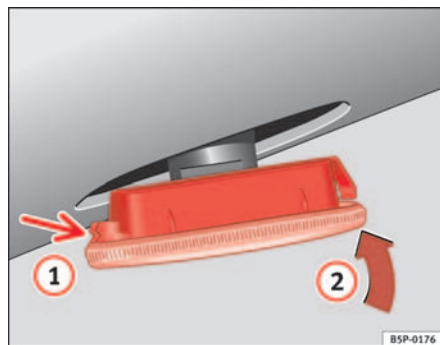

Abb. 160 Seitliche Blinker
- Den Blinker durch Einrasten der Halterungen ① ⇒ Abb. 160 zuerst in die Aufnahme in der Karosserie und anschließend den Blinker in Richtung von Pfeil ② ⇒ Abb. 160 einsetzen. ■